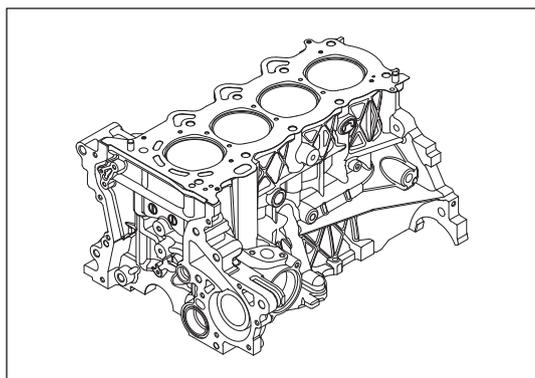

Рис. 12-3-39. Установка прокладки головки блока цилиндров
(3) Установка головки блока цилиндров
- б) Установить прокладку головки блока цилиндров на верхнюю поверхность блока цилиндров, как изображено на рис. 12-3-39.